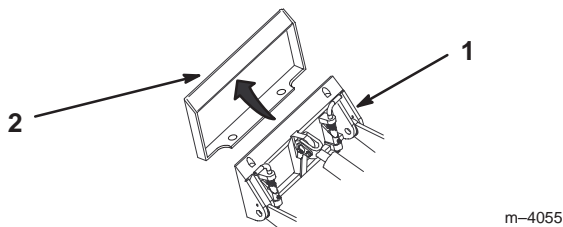

Figure 16
4. Placez la plaque de montage dans le bord supérieur de la plaque d'accrochage de l'accessoire (Fig. 16).